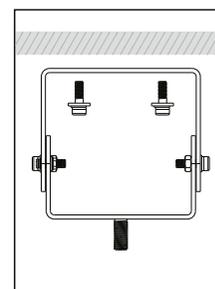

Рис. 2
- Подготовьте отверстия для винтов в потолке в соответствии с перфорацией монтажного кронштейна типа лира, после чего надежно закрепите кронштейн (рис. 2).